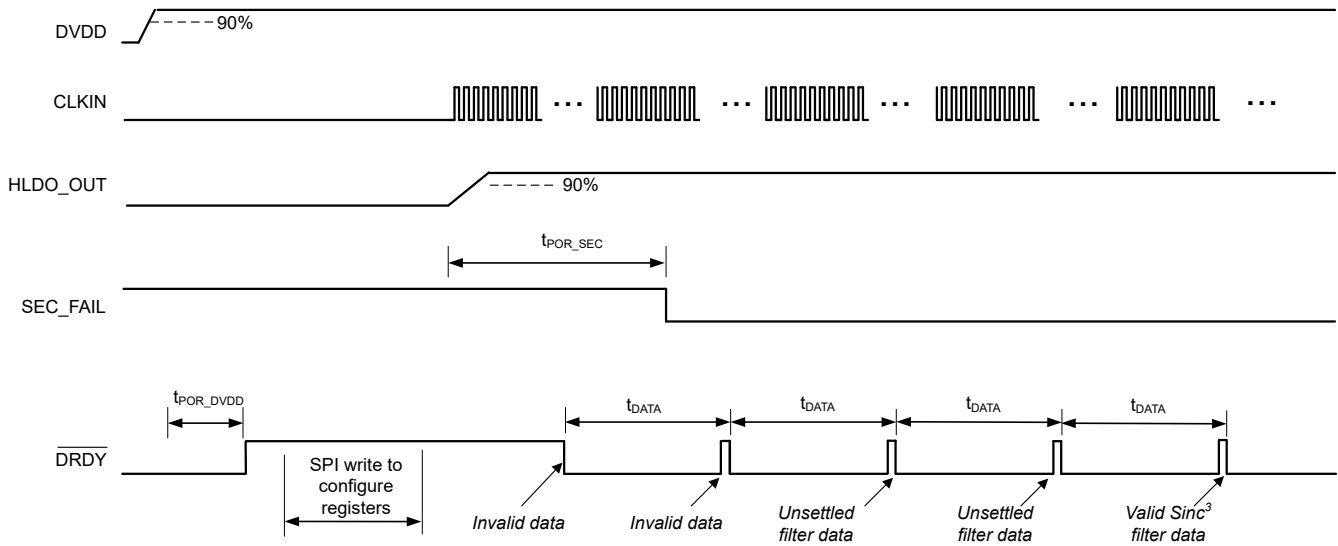
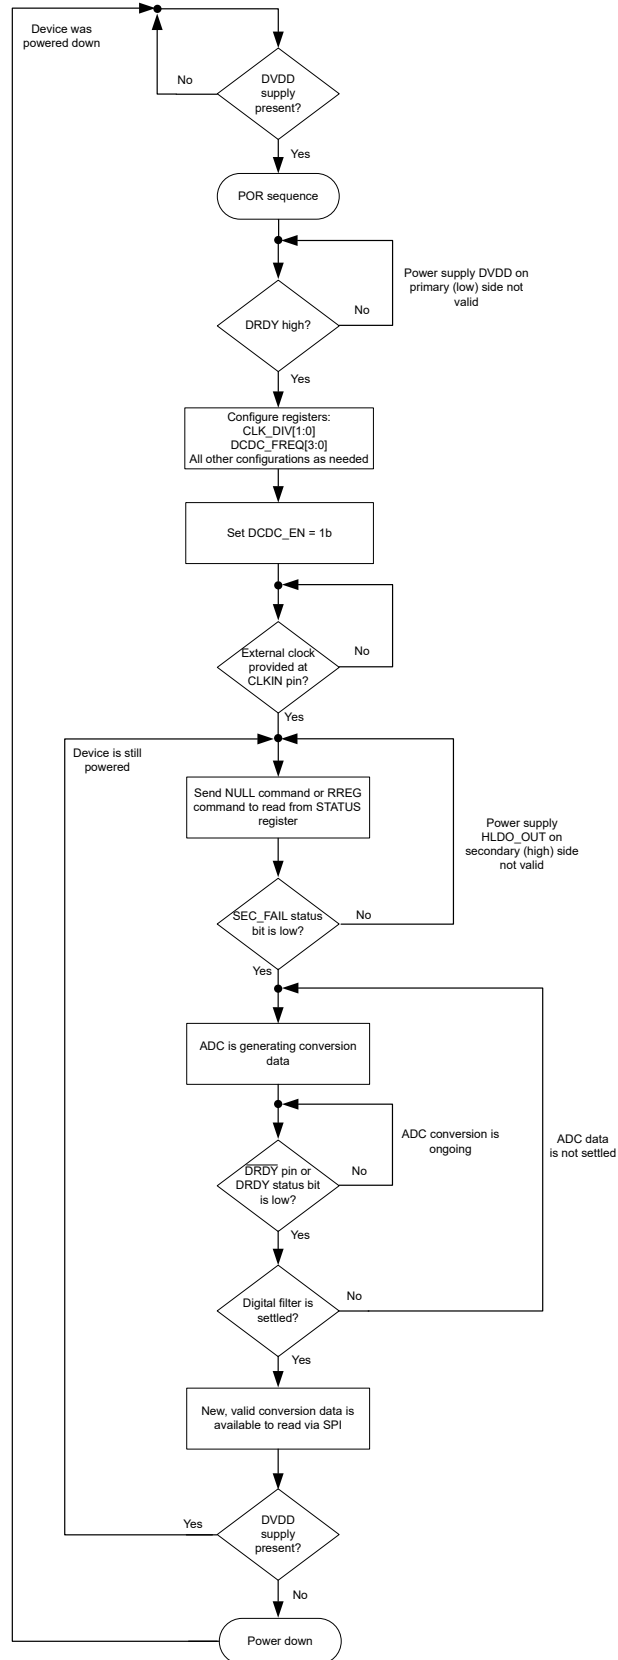

图 8-16. 上电启动行为和稳定时间， $\text{OSR} = 1024$
图 8-17. 上电启动过程的流程图
本节介绍了 AMC131M02 上电的推荐步骤。图 8-16 所示为使用此建议序列时器件行为的时序图。图 8-17 以图形方式提供了建议序列的流程图。
- $\overline{\text{DRDY}}$ 从高电平转换到低电平表示新的转换数据可用。如图 8-16 所示，只有 SEC_FAIL 在转换期间读取为 0b 时，ADC 数据才有效。图 8-16 中显示的前两个转换结果表示无效数据。
- 当 ADC 生成有效数据时，数字滤波器必须稳定，如 SINC^3 和 $\text{SINC}^3 + \text{SINC}^1$ 滤波器部分所述。图 8-16 中显示的两个后续转换结果是未稳定的结果（假设 OSR 等于 1024），而显示的最后一个转换结果提供了有效的稳定数据。
在图 8-16 中， $t_{\text{POR_SEC}}$ 是从启用直流/直流转换器到 SEC_FAIL 位的第一个下降沿的时间，其中后者表示 HLDO_OUT 引脚上的次级电源已稳定。 $t_{\text{POR_DVDD}}$ 是从 DVDD 电源 90% 到 $\overline{\text{DRDY}}$ 第一个上升沿的时间。